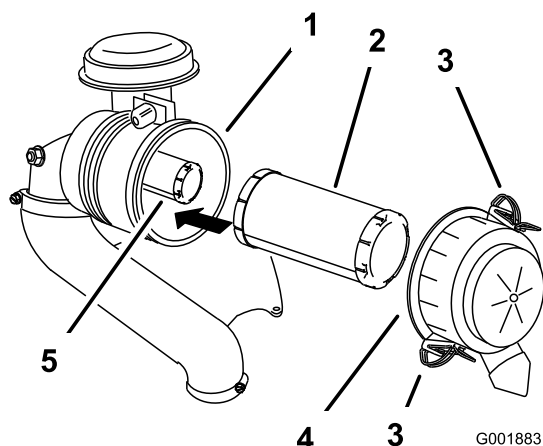

Figura 45
2. Rilasciate i dispositivi di fermo del filtro dell'aria e togliete il coperchio dall'alloggiamento del filtro (Figura 45).
4. Estraete con cautela il filtro primario dall'alloggiamento del filtro dell'aria (Figura 45).
2. Se sostituite il filtro di sicurezza, inseritelo con cautela nel corpo del filtro (Figura 45).
3. Montate con cautela il filtro primario sul filtro di sicurezza (Figura 45).
5. Montate il coperchio del filtro dell'aria con il lato contrassegnato da **up** (alto) rivolto in alto, quindi fissate i dispositivi di fermo (Figura 45).